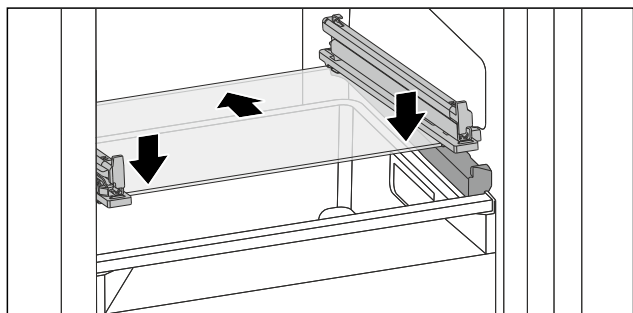

Fig. 121 Стекла́нная пластина откидного выдвижного ящика
- ▶ Наклоняя вниз, установите стеклянную пластину за стопоры. (см. Fig. 121)